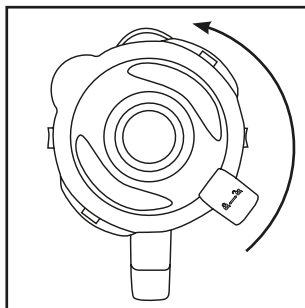
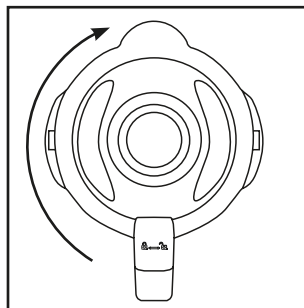

Fig. 1
Fig. 2
- 1) Drej blenderkanden ③ i retning mod uret, indtil pilen ▼ under blenderkandens håndtag står over positionen ↗. Tag blenderkanden ③ lodret op fra motorblokken ⑥.
- 2) Fjern låget ② ved at dreje det mod uret i retning af position ↗ (se fig. 1), indtil du kan tage det af oppefra.
- 3) Fyld blenderkanden ③.
- 4) Sæt låget ② forskudt på blenderkanden ③ igen. Luk låget ② ved at dreje det med uret til position ↙, indtil det klikker hørbart på plads (se fig. 2). Sørg for, at hældetuden på blenderkanden ③ er lukket. Motoren kan kun startes, hvis låget ② slutter helt til.